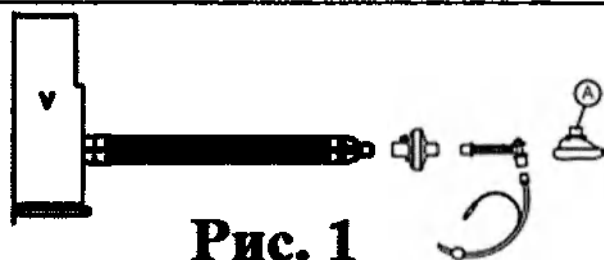

Рис. 1
4. Подключите контур к вентилятору и соедините его с больным. Обращайте особое внимание на следующие моменты: а. при наличии линии мониторинга давления ее необходимо подключать к порту давления на тройниковом соединителе больного и к порту давления устройства вентиляции легких. Если такая линия не нужна, герметично закройте порт давления на тройниковом соединителе больного соответствующей заглушкой. б. Если необходим мониторинг температуры, извлеките заглушку из порта и установите в него температурный датчик. В тот период, когда температурный датчик не используется, закрывайте порт заглушкой. с. Контур ППДД (при постоянном потоке): в тройниковом адаптере больного (по схеме Т или Y) порт выдоха, расположенный напротив потока подачи газа, всегда должен быть открыт; закупорка или частичная непроходимость этого порта может обернуться для больного тяжелыми последствиями, вплоть до смертельного исхода. Идентификация вещества, содержащегося или имеющегося в продукте либо упаковке. Идентификация вещества, не содержащегося или не имеющегося в продукте либо упаковке. ru 30 д. Если контур снабжен влагоуловителем, то этот элемент необходимо расположить в самой нижней точке инспираторной или экспираторной ветви контура. Как можно чаще контролируйте уровень жидкости в влагоуловителе и, по мере необходимости, опорожняйте это устройство; после каждой подобной процедуры проверяйте, надежно ли восстановлена герметичность влагоуловителя. Удаляйте жидкие отходы в соответствии с принятыми в данном медицинском учреждении правилами. е. Контур может иметь односторонние клапаны; перед использованием таких клапанов в работе проверяйте их на рабочую функцию и направление потока. ф. Если контур имеет в экспираторной линии клапан (РЕЕР), проверяйте функционирование этого клапана, поворачивая регулировочное кольцо. Ограничение давления достигается поворотом регулировочного кольца против часовой стрелки. Контролируйте заданное давление (в диапазоне от 5 до 20 см водного столба) при помощи манометра. г. Надувная маска (точка А на рис. 1) снабжена подушкой, регулирующей клапан давления. При необходимости присоедините к люэровскому адаптеру клапана шприц и отрегулируйте надувание подушки до нужного уровня. Отсоедините шприц и проверьте систему на герметичность.